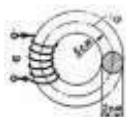

Рисунок 3 –
- 1 Каким должен быть намагничивающий ток катушки индуктивности, имеющей 200 витков, чтобы ее намагничивающая сила создала в чугунном кольце магнитный поток  $0,000157 \text{ Вб}$ ? Средний радиус чугунного кольца 5 см, а диаметр его сечения 2 см (рисунок 3).